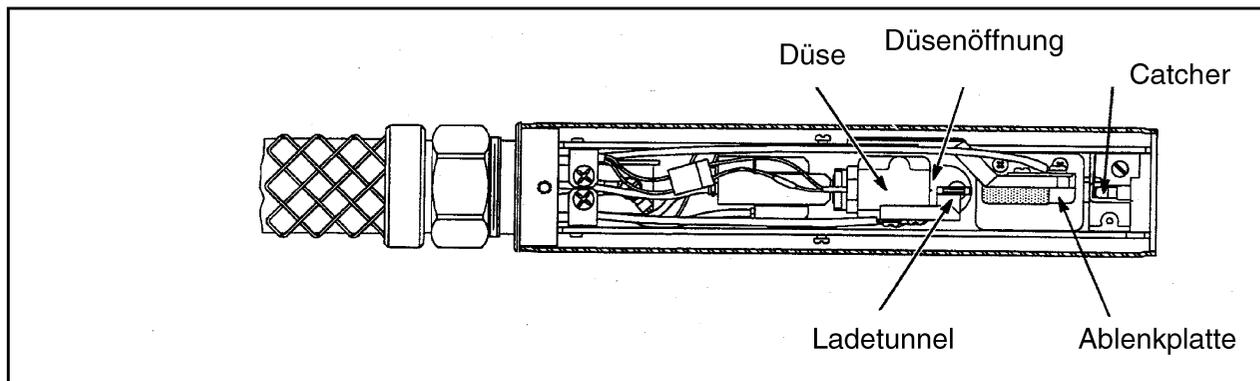

Abbildung 6-6. Identifizierung der Schreibkopfkomponenten
5. Untersuchen Sie die Schreibkopfbaugruppe visuell. Achten Sie auf Fremdpartikel und Tinte, die sich typischerweise in der Düsenöffnung (vor der Düse), im Ladetunnel, an der Ablenkplatte und dem Catcher ansammeln. (Abbildung 6-6. Identifizierung der Schreibkopfkomponenten zeigt die Anordnung der Komponenten.)